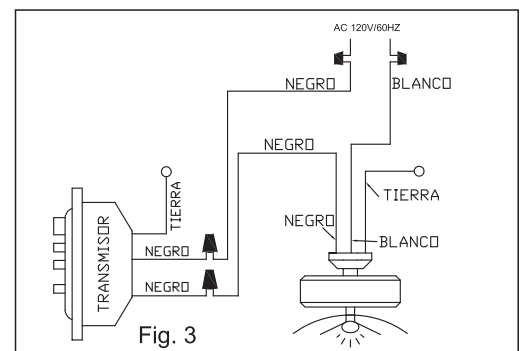

Fig. 3
Paso 3. (Fig. 3) cuidadosamente meta las conexiones dentro de la caja de distribución. Asegure el transmisor con los dos tornillos proveídos.